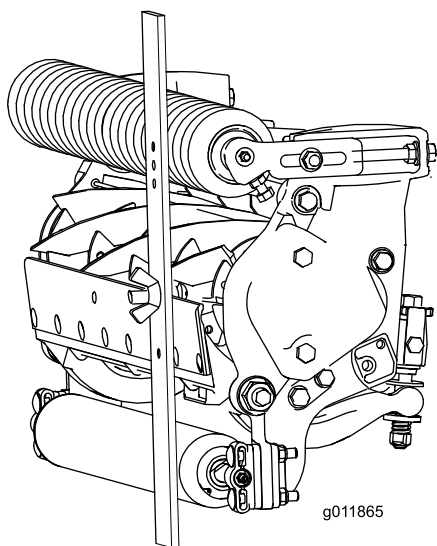

Figure 18
3. Accrochez la tête de la vis sur le bord tranchant de la contre-lame et appuyez l'arrière du gabarit contre le rouleau arrière (Figure 18).
4. Tournez la vis de réglage jusqu'à ce que le rouleau avant touche le gabarit (Figure 18). Réglez les deux extrémités du rouleau jusqu'à ce que celui-ci soit parfaitement parallèle à la contre-lame.